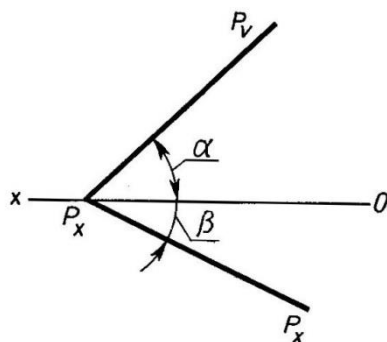

Рис.2
**Задание 2.** Построить ортогональный чертеж плоскости общего положения  $P$ , заданной следами (табл.2). Углы наклона следов плоскости к оси  $OX$  ( $\alpha$  и  $\beta$ ) даны лишь для построения и обозначать их при выполнении упражнения не нужно (рис.2).